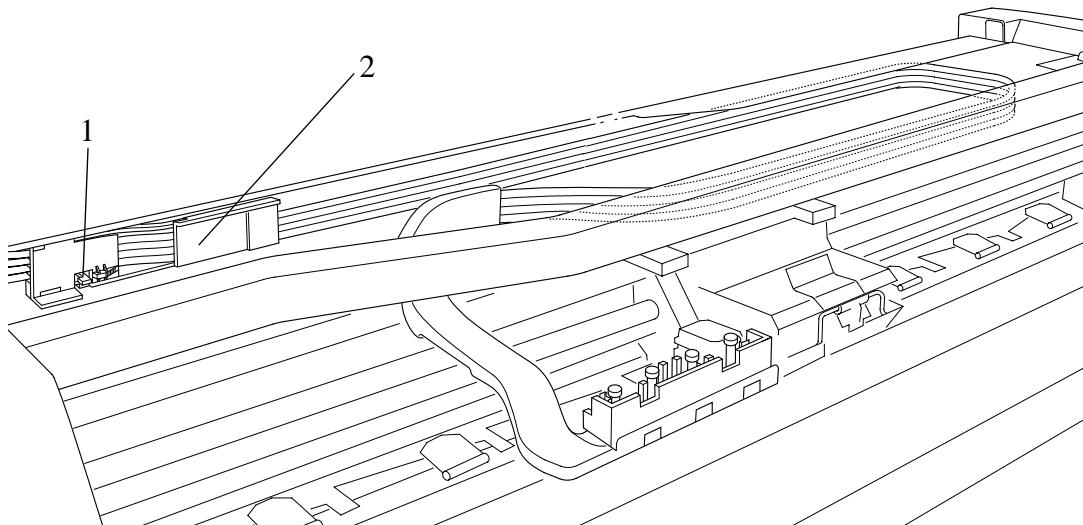

図 63：チューブ固定クリップ
- 14** タブ（部品1）を手前に押し込み、チューブ固定クリップ（部品2）全体を右に押してから手前に引きます（図63参照）。